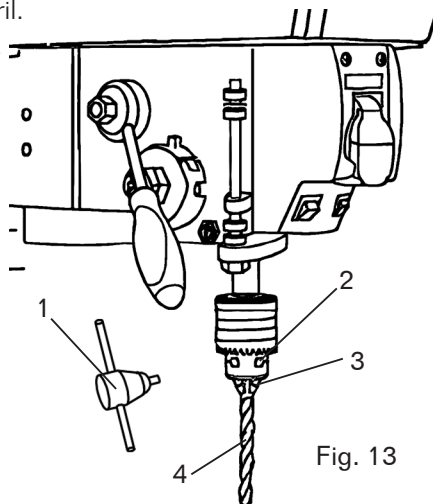

Fig. 13
## INSTALACIÓN DE UNA BROCA (FIG. 13)
1. Coloque la llave del portabrocas (Fig. 13 - 1) en el ojo de cerradura lateral del portabrocas (Fig. 13 - 2), engranando la llave con los dientes del engranaje.
2. Gire la llave del portabrocas en sentido antihorario para abrir las mordazas del portabrocas (Fig. 13 - 3).
3. Inserte una broca (Fig. 13 - 4) en el mandril lo suficiente para obtener el máximo agarre de las mordazas del mandril en el vástago de la broca.